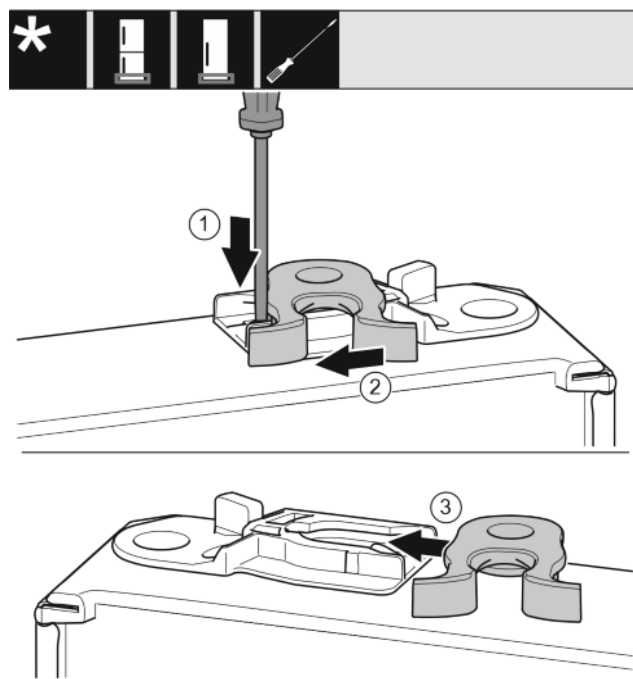

Fig. 16
- ▶ Нажмите шлицевой отверткой на накладку вниз. Fig. 16 (1)
- ▶ Выведите запорный крючок из направляющей. Fig. 16 (2)
- ▶ Вставьте запорный крючок в направляющую с другой стороны. Fig. 16 (3)